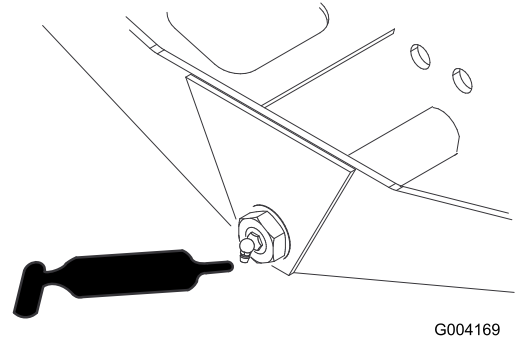

Bild 51
- Achsenlenkzapfen (1) (Bild 51)